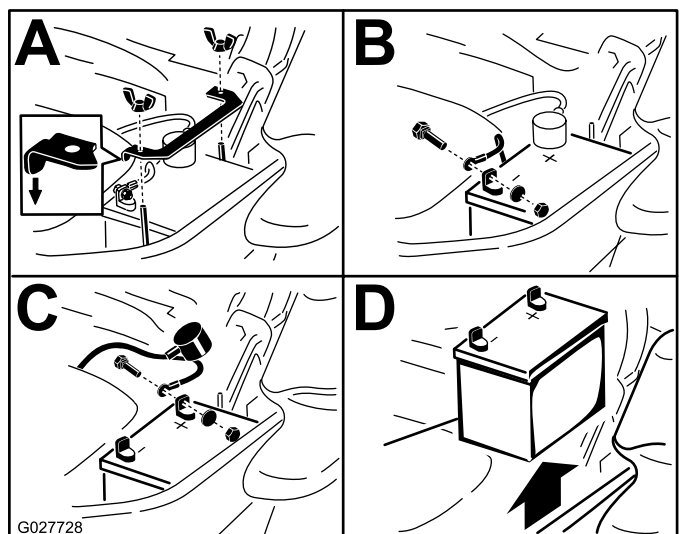

Bild 63
3. Nehmen Sie die Batterie heraus, wie in Bild 63 abgebildet.
Hinweis: Legen Sie die Batterie so in das Fach, dass die Anschlussklemmen auf der anderen Seite des Hydraulikbehälters sind (Bild 63).